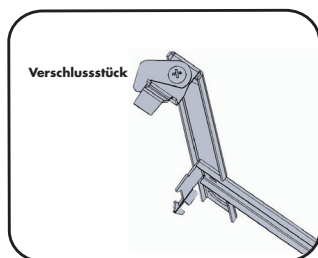

Abb. 1a: Verschlussstück
2. Befestigen Sie ggf. das Verschlussstück (siehe Abb. 1a) mit der Schraube an der Wandhalterung.